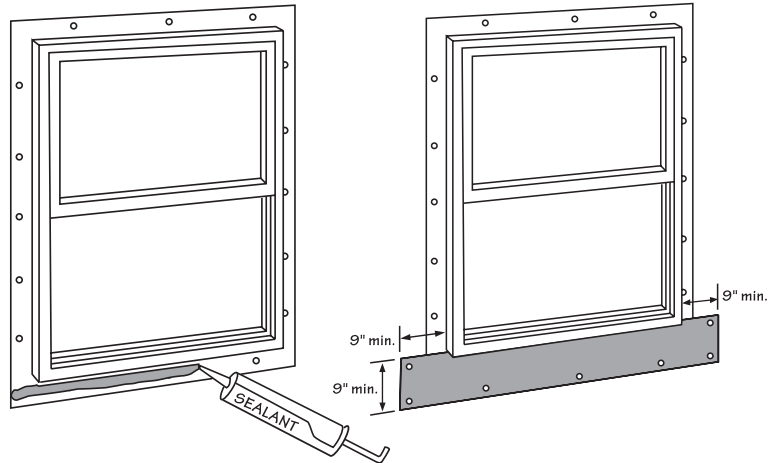

Figura 30.
- Coloque un hilo continuo de sellador adyacente al antepecho de la ventana existente. En las ventanas que tienen bridas de clavado, el sellador debe aplicarse a las bridas de manera que cubra los clavos y las ranuras de clavado. Aplique por lo menos 9" de ancho horizontal de tapajuntas de antepecho nivelado con el borde inferior de la ventana existente oprimiendo el tapajuntas sobre el hilo de sellador en su borde superior. Corte el tapajuntas del antepecho lo suficientemente largo para que sobresalga por lo menos 9" por cada hastial. Sujete el tapajuntas del antepecho a los bordes inferiores y laterales (Figura 30).